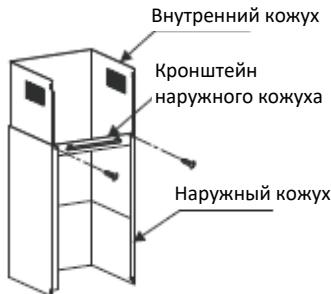

Рис. 5
- Установите кронштейн наружного кожуха на наружный кожух и закрепите двумя винтами ST4x8мм. Убедитесь, что внутренний кожух может свободно перемещаться внутри наружного кожуха. См. Рис. 5.